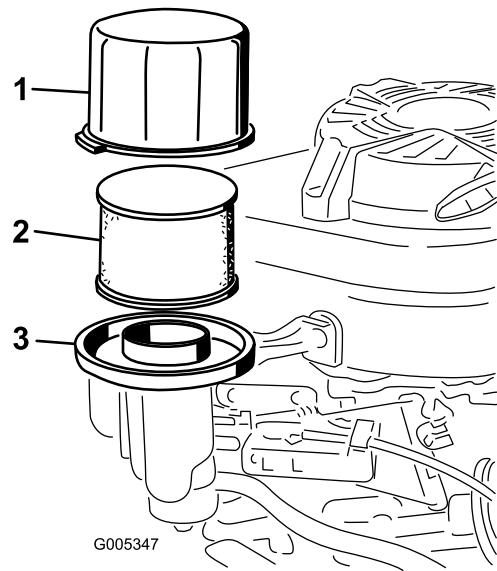

Figura 21
3. Retire la tapa y límpiela a fondo (Figura 21).
4. Retire el prefiltro de espuma y el filtro de aire de papel de la base del filtro de aire (Figura 21).